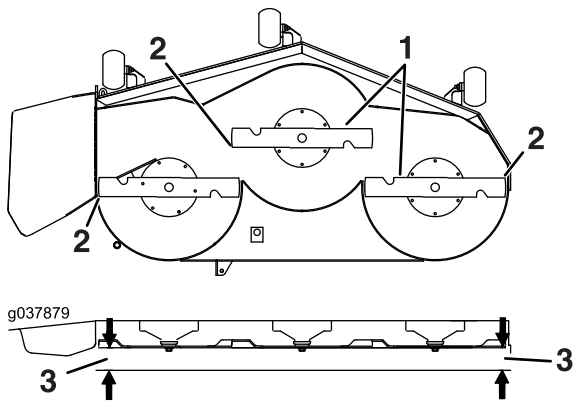

Figure 79
6. Mesurez la distance entre la pointe des lames et la surface plane (Figure 79). Si les deux mesures diffèrent de plus de 5 mm, réglez les lames, ajustez l'horizontalité des lames ; poursuivez cette procédure.
14. Tournez les lames avec précaution pour qu'elles soient parallèles dans le sens transversal (Figure 79).